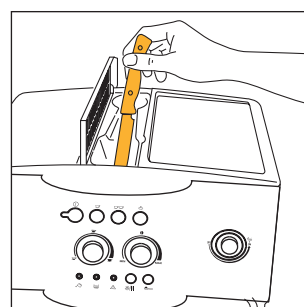

Fig.20
**NOTA 5 :** Si vous avez versé plus d'un doseur de café prémoulu et qu'il bouche l'entonnoir, faites-le descendre à l'aide d'un couteau (fig. 20) puis retirez et nettoyez l'infuseur et la machine en suivant les indications du paragraphe 10.2 "Nettoyage de l'infuseur".